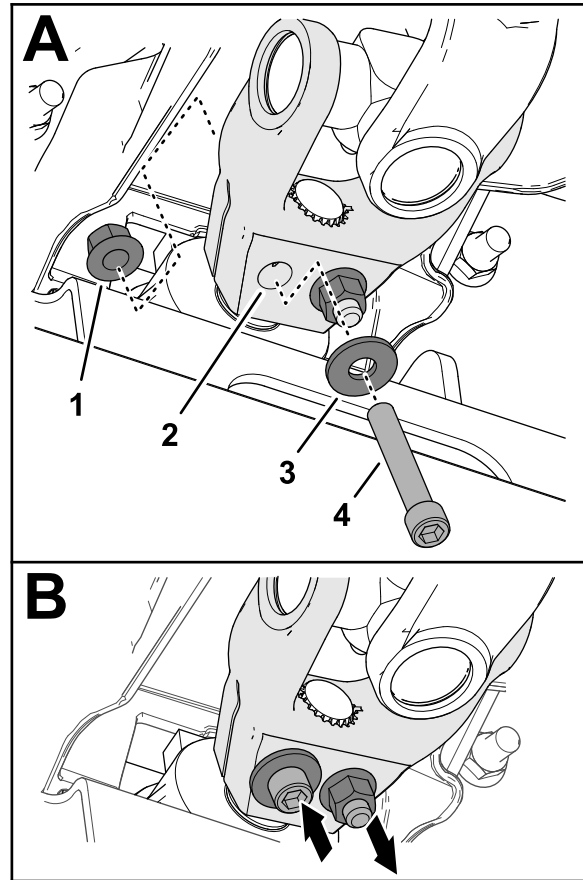

Figura 17
- Introduzca un tornillo Allen ($\frac{3}{8}$ " x $2\frac{1}{4}$ ") con una arandela ($\frac{3}{8}$ ") por el orificio de la horquilla del árbol de transmisión (Figura 17), y sujete el tornillo con una contratuerca con arandela prensada ($\frac{3}{8}$ ").
- Introduzca un tornillo Allen ($\frac{3}{8}$ " x $2\frac{1}{4}$ ") con una arandela ($\frac{3}{8}$ ") por el orificio de la horquilla del árbol de transmisión desde el otro lado (Figura 17), y sujete el tornillo con una contratuerca con arandela prensada ($\frac{3}{8}$ ").